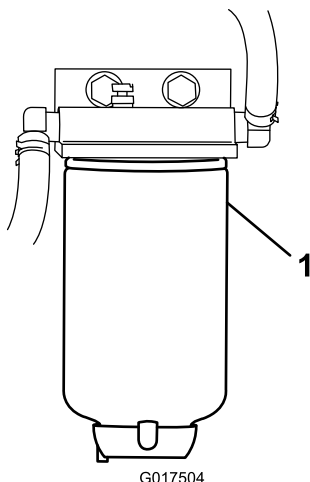

Figure 32
4. Dévissez le filtre à carburant du support (Figure 32).